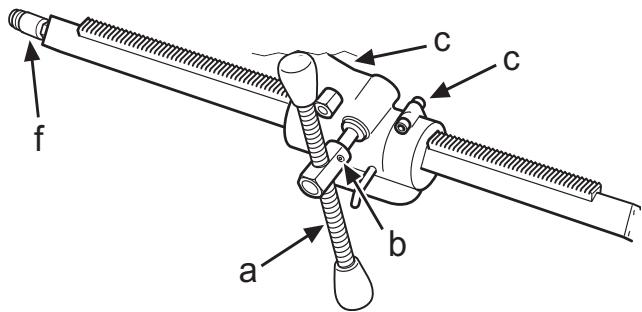

Fig.10
- Para trasladar la palanca de alimentación (a) al lado opuesto, aflojar el tornillo de fijación (b), fijación Allen de 6 mm (fig. 10).
- El huelego respecto a la columna de perforación se puede ajustar a un juego mínimo con 2 tornillos (c) (fig. 10).
- Para deslocar a alavancade alimentação (a) para o lado oposto, afrouxar o parafuso de fixação (b), fixação Allen de 6 mm (Fig. 10).
- A folga em relação à coluna de perfuração pode ser ajustada a um mínimo, com a ajuda de 2 parafusos (c) (Fig. 10).
- To move the feed lever (a) to the opposite side, loosen the locking screw (b), 6 mm hex drive, (Fig. 10).
- The play on the drill column can be adjusted to a minimum with the help of 2 screws (c) (Fig. 10).